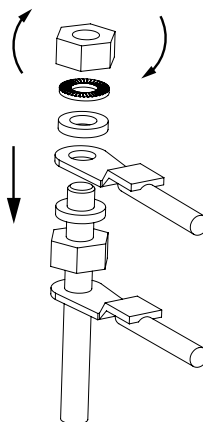

Fig.10
- Positionner les rondelles avant les écrous pour empêcher le relâchement. (Fig.10)